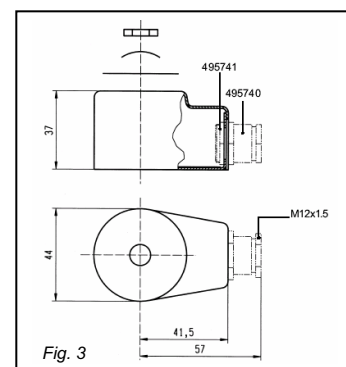

Fig. 3
**CAIXA METÁLICA 4270 (Fig. 3)**